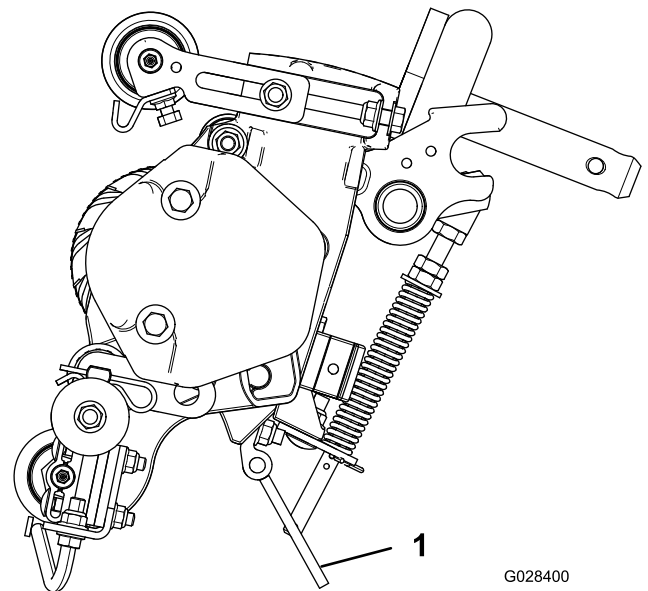

Рисунок 3
**Примечание:** Каждый раз при необходимости наклона вертикуттера для обнажения его ножей используйте выдвижную подставку (поставляется с тяговым блоком); см. Рисунок 3.